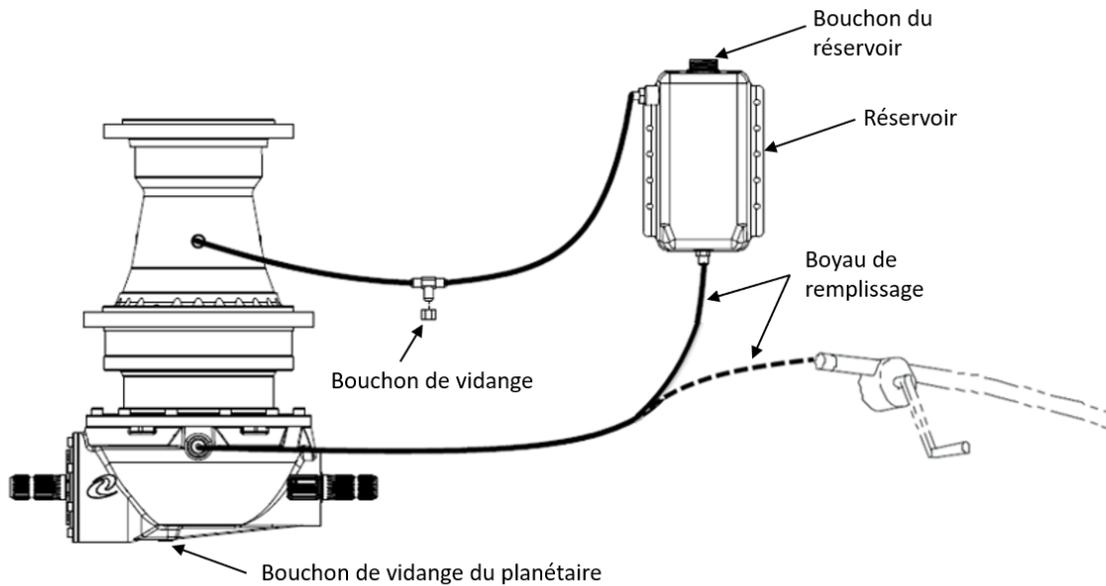

Figure 54 — Réservoir d'huile
1. Enlevez le bouchon du réservoir d'huile (Figure 54).
1. Enlevez le bouchon de vidange situé complètement en dessous du planétaire (Figure 54). L'huile va s'évacuer. Recueillez-la dans un récipient.
1. Dévissez le bouchon de vidange qui se trouve sur le raccord hydraulique en T situé sous le mélangeur (Figure 54). Cela va éviter qu'une surpression se crée à l'intérieur du planétaire lors du remplissage.
7. Dévissez le boyau hydraulique sous le réservoir et branchez-y une pompe correctement calibrée (Figure 54). Ajustez la pompe pour que son débit et sa pression soient très bas afin d'éviter de créer une surpression à l'intérieur du planétaire.